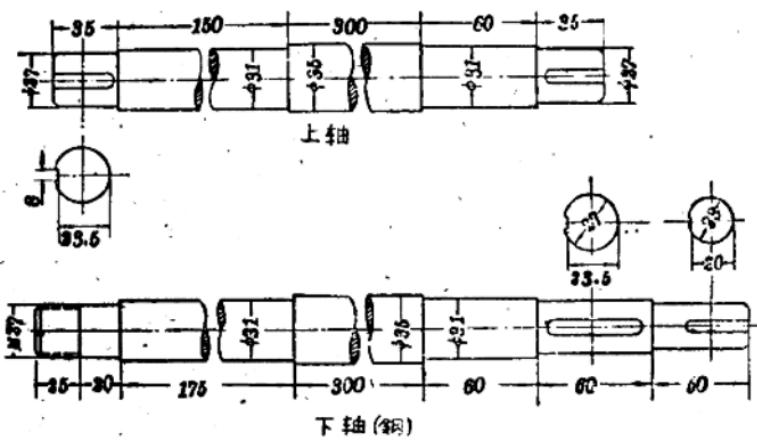
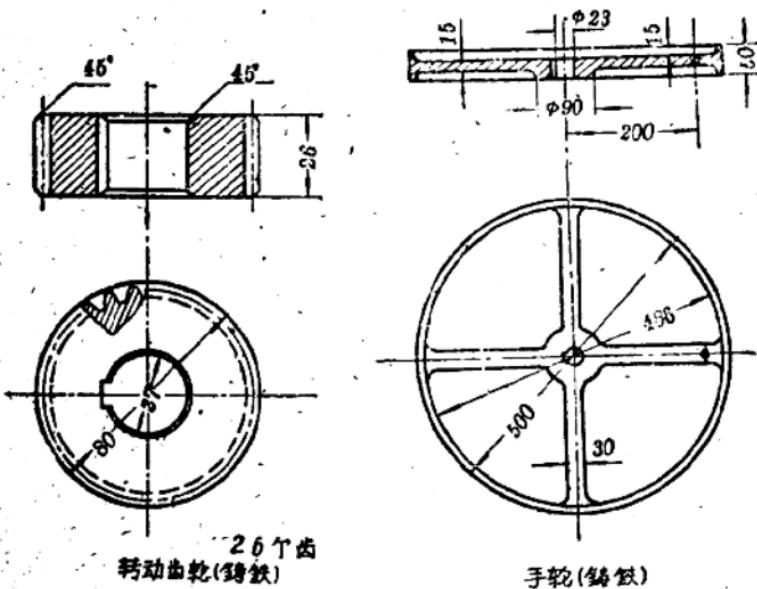

图 1-2 轴
图 1-3 齿轮
1. 傳動机构：有两根互相平行的軸（图1-2），在刀口相切时两軸心相距70毫米，每根軸上有一个齒輪（图1-3），两个等速齒輪啮合，下軸上有一手輪（图1-4），人工操纵手輪带动下軸旋转，通过齒輪带动上軸旋转，每个軸的另一端带有一圓形刀，如图1-5，由軸轉动带动刀轉动，将鐵片切断。